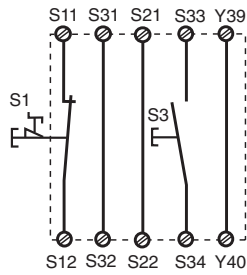

Fig. 3: Eingangskreis einkanalig, überwachter Start/Single-channel input circuit, monitored reset/Commande par 1 canal, surveillance du poussoir de validation
- Fig. 3, 4 und 5, 6:
- Fig. 3, 4 and 5, 6: S13-S14 **not** connected
- Fig. 3, 4 et 5, 6: